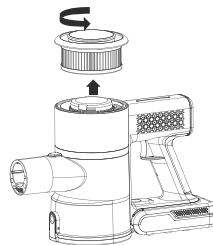

Abb. 3
Bringen Sie das Zubehörteil am Lufteinlass des Hauptgehäuses und/oder am Schlauch an, bis es mit einem Klicken einrastet. Abb. 3.
4. Drehen Sie die Filterkappe gegen den Uhrzeigersinn, um die Kappe zu entfernen, und heben Sie den HEPA-Auslassfilter nach oben, um den Filter zu entfernen; setzen Sie den Filter nach der Reinigung wieder gegen den Uhrzeigersinn ein, Abb. 3.